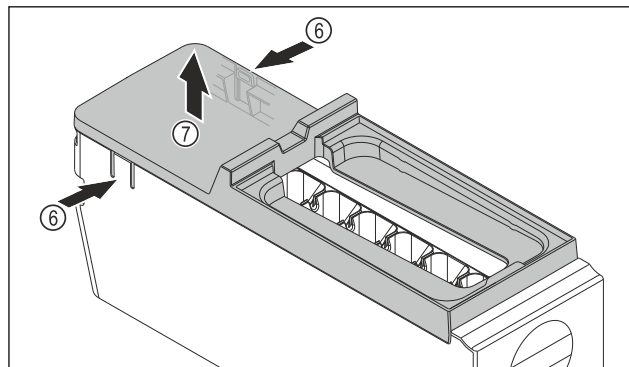

Fig. 79
- Vyjmutí krytu korpusu EasyTwist-Ice: Lamely Fig. 79 (6) na obou stranách korpusu EasyTwist-Ice stlačte jednou rukou.
- Kryt Fig. 79 (7) vyjměte druhou rukou nahoru.